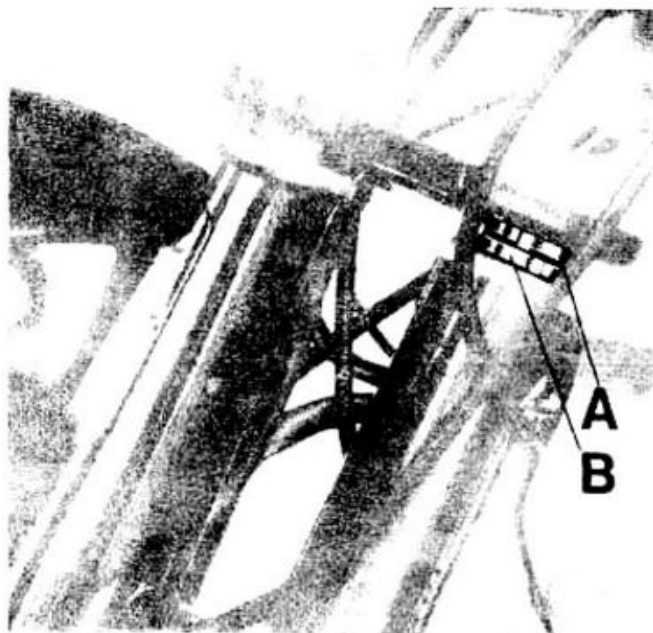

Fig. 111
- la ghiera (B) e controgghiera (A) e sfilare la forcella completa (vedere fig. 111);
la ghiera sul canotto (B di fig. 111) avvitandola fin che lo sterzo è regolato accertandosi che giri liberamente; ad operazione ultimata avvitare la controghiera (A di fig. 111) bloccandola a mezzo chiave speciale;